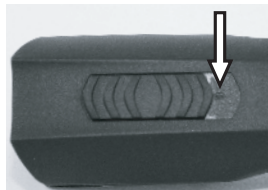

Fig. 4 Interruttore in posizione ferma ("0")
1. Controlli che la tosatrice (1) e l'accumulatore (2) siano privi di sporcizia e di corpi estranei.
2. Si assicuri che l'interruttore della tosatrice sia sulla posizione scollegata ("0") (Fig. 4).
1. Metta l'interruttore sulla posizione azzerata "0" (Fig. 4).
2. Faccia pressione sulle due levette ai lati della batteria (2) e la levi dalla tosatrice (1).
3. Inserisca la batteria carica (1) nella tosatrice (2) fino a che i ganci della batteria stessa siano fissi nella cerniera della tosatrice.